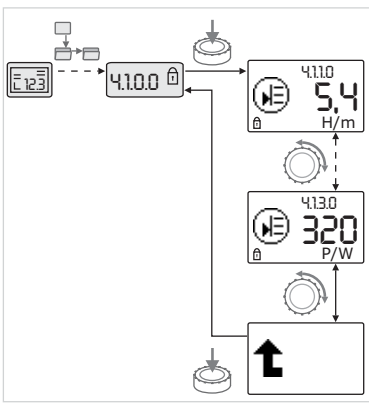

Fig. 40: Ativar informações
- Ao rodar o botão de operação, pode comandar-se elementos de menu do tipo "Informação" do submenu atual (ver Fig. 40). A explicação das regulações representadas pelos símbolos encontra-se na tabela do capítulo 8.7 „Elementos de menu de referência” na página 175.